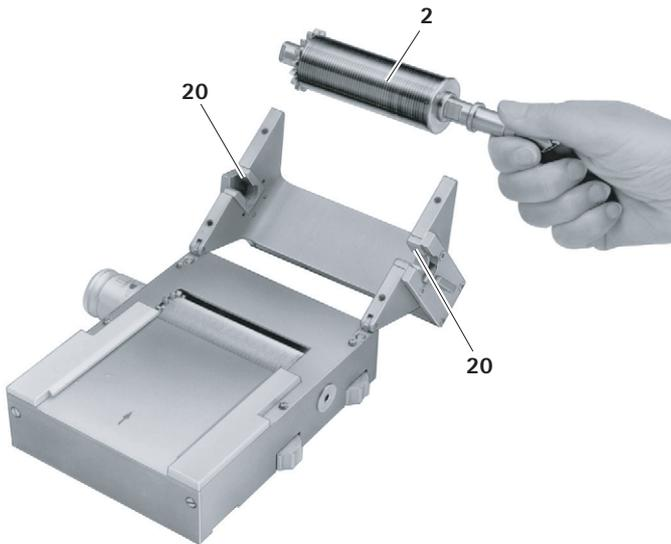

Fig. 4
- ▶ Girar el rodillo de corte 2 y extraerlo tirando de los puntos de apoyo 20, ver Fig. 4.
- ▶ Colocar el rodillo de corte 2 en los dos puntos de apoyo 20, ver Fig. 4.